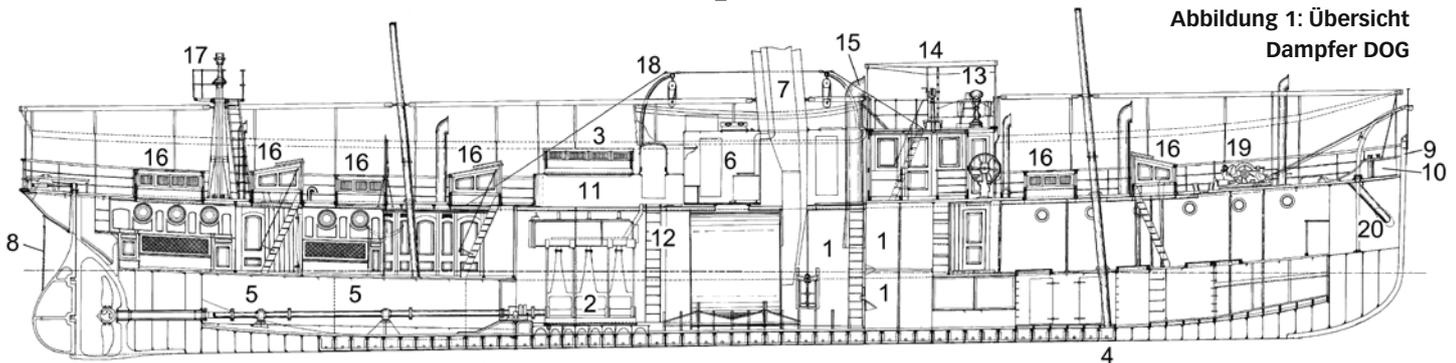

Abbildung 1: Übersicht Dampfer DOG
Millimeter (mm) dicken Plattengängen (an- und abliegende Gänge) beplankt. Beim Vor- und Achterschiff finden wir im Rumpf Zwischendecks. Dagegen nehmen Kessel- und Maschinenraum die gesamte Rumpfhöhe ein (Abbildung 1). An den Rumpfseiten und vor dem Kesselraum sind die Kohlebunker (1 in Abbildung 1) angeordnet. Die runden Deckel der Kohleluken erkennt man in Höhe der Spanten 6, 7 und vor 8. Im Maschinenraum sind direkt über der Dreifach-Expansionsmaschine (2) große aufklappbare Oberlichter (3) zu erkennen. Der vordere Mast steht mit seinem Fuß direkt auf dem Kiel (4). Der hintere reicht nur bis zum Zwischendeck, weil sich darunter der lange Wellentunnel (5) befindet. Über dem Kesselraum ist die Kombüse (6) eingebaut, deren Ofenabzug in den Kesselschornstein (7) hineinreicht.